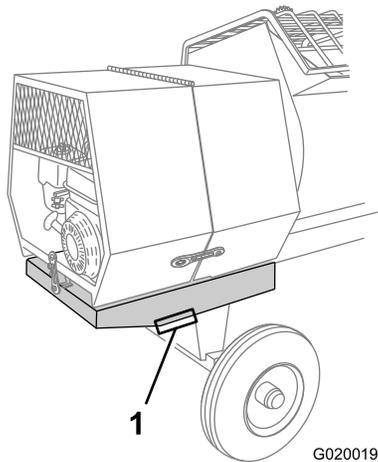

Figura 27
3. Coloque un soporte fijo en cada punto de apoyo de la extensión del bastidor trasero (Figura 27).